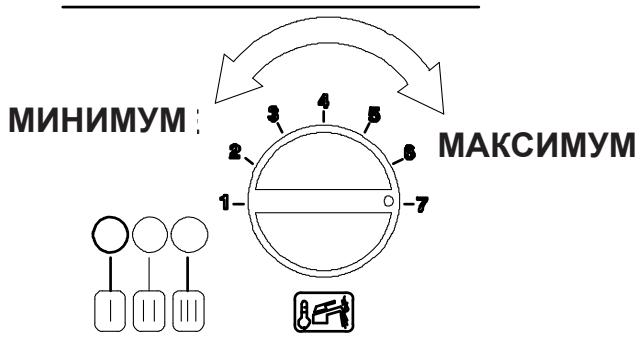

рисунок 9.10
- Действовать как обычно при настройке газового вентиля. Тепловая мощность отопления может быть изменена при вращении рукоятки регулирования температуры ГВС рисунок 9.10.